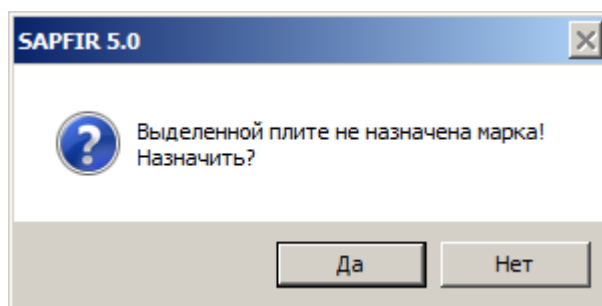

Рис.23.41. Диалоговое окно SAPFIR 5.0
- В появившемся диалоговом окне САПФИР (рис.23.41) щелкните по кнопке **Да**.